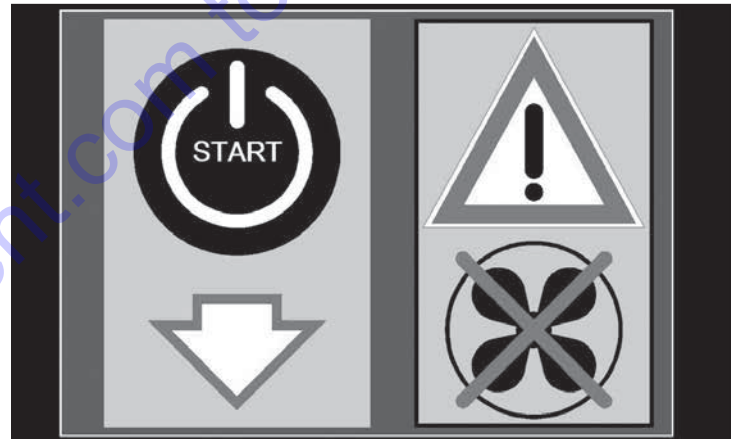

Figura 42
1. El calentador se apagará automáticamente y el módulo de control mostrará la falla similar a la que se indica en la Figura 42.